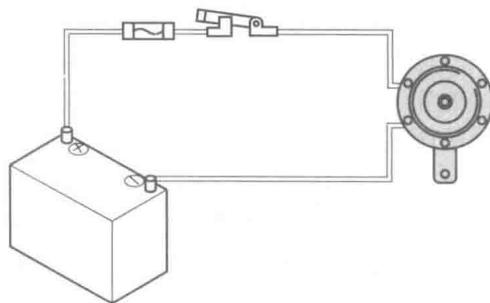

图 1-3 电路实物图
3. 电路中常用的保护元件是什么?在图 1-3 中指出该元件。